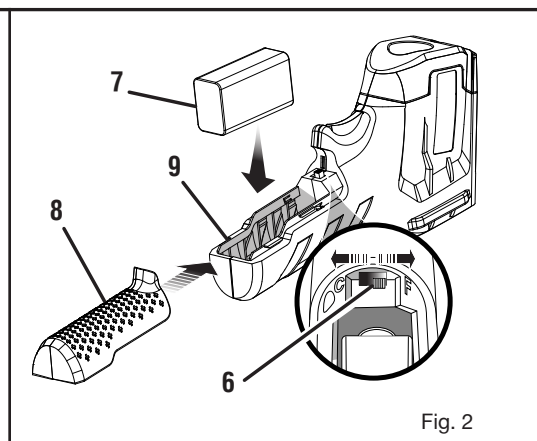

Fig. 2
See Figure 2.
- Slide the switch inside the handle to select Fahrenheit or Celsius temperature readings as shown in figure 2.
Voir la figure 2.
- Glisser le commutateur de la poignée à la position de lecture Fahrenheit ou Celsius tel qu'illustré à la figure 2.